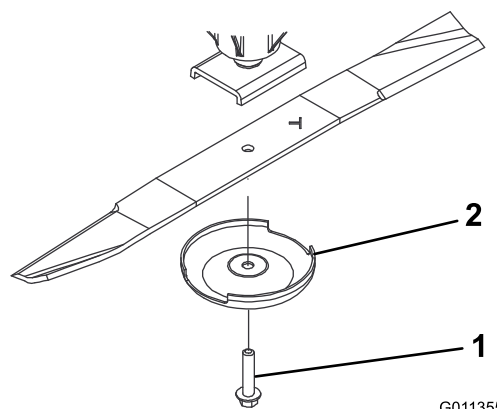

Рисунок 70
3. Возьмитесь за конец ножа, используя ветошь или перчатку на толстой подкладке, отверните болт ножа, снимите защитный колпак и нож с вала шпинделя (Рисунок 70).
4. Используя защитный колпак и болт ножа, установите нож загибом в направлении режущей деки (Рисунок 70).